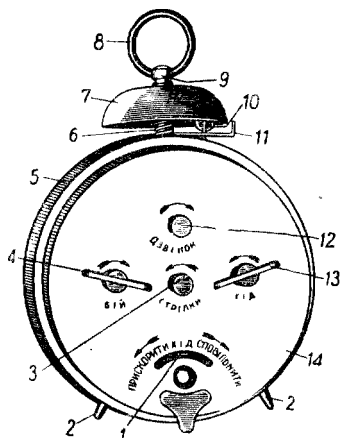

Рис. 58. Видгляд будильника з боку кришки:
1. Заводні ключі ходу і бою 13 і 4, а також кнопка Для встановлювання стрілки бою 12 відкручуються в бік, указаний стрілками на кришці корпусу будильника (рис. 58).